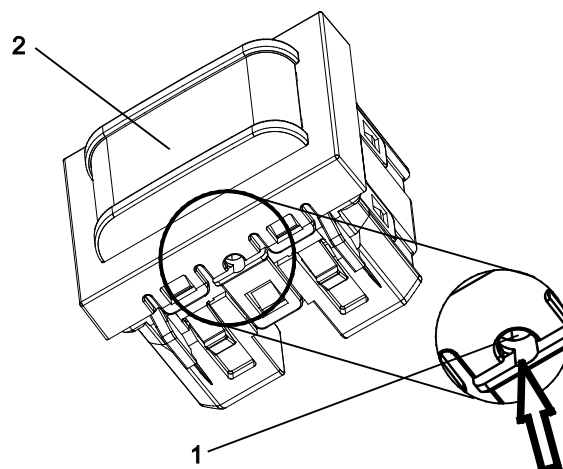

Fig. 8: Posizione del tasto di programmazione e del LED
1. Premere il tasto di programmazione (Fig. 8, pos. 1) dell'apparecchio.
Il LED rosso (di programmazione) (Fig. 8, pos. 2) si accende.